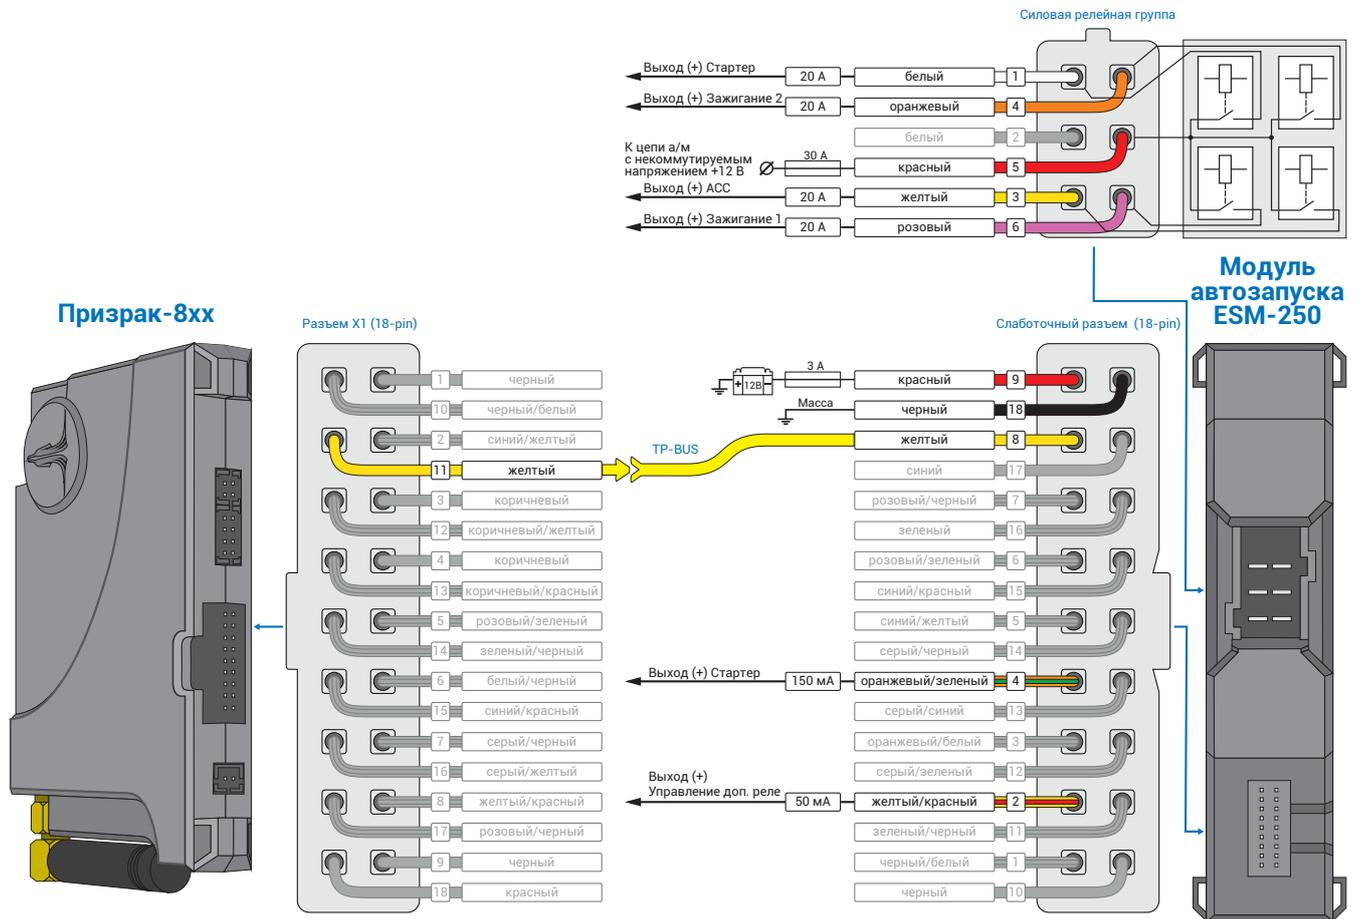
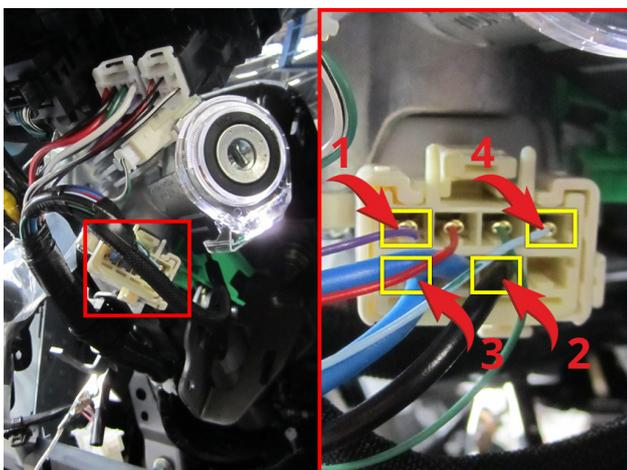

Рис.4 Подключение модуля автозапуска ESM-250
Рис.6 Подключение к цепям замка зажигания
3. Подключите модуль автозапуска ESM-250 – выводы модуля, которые требуется подключить выделены на рис. 4. Подключение к автомобилю производится в разъеме непосредственно у замка зажигания (см. рис. 6, 7).